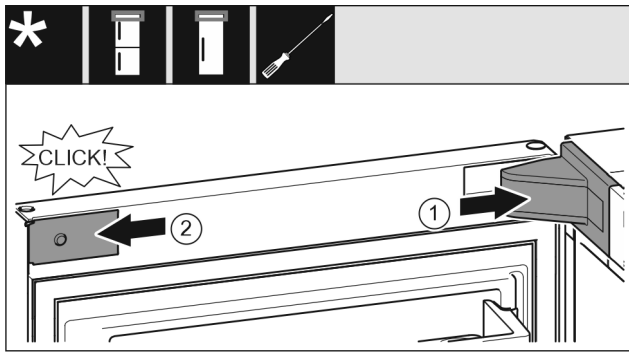

Fig. 21
- ▶ Встановіть та зафіксуйте кришку опорного кронштейна, у разі необхідності – обережно розтисніть. Fig. 21 (1)
- ▶ Встановіть збоку і зафіксуйте накладку. Fig. 21 (2)